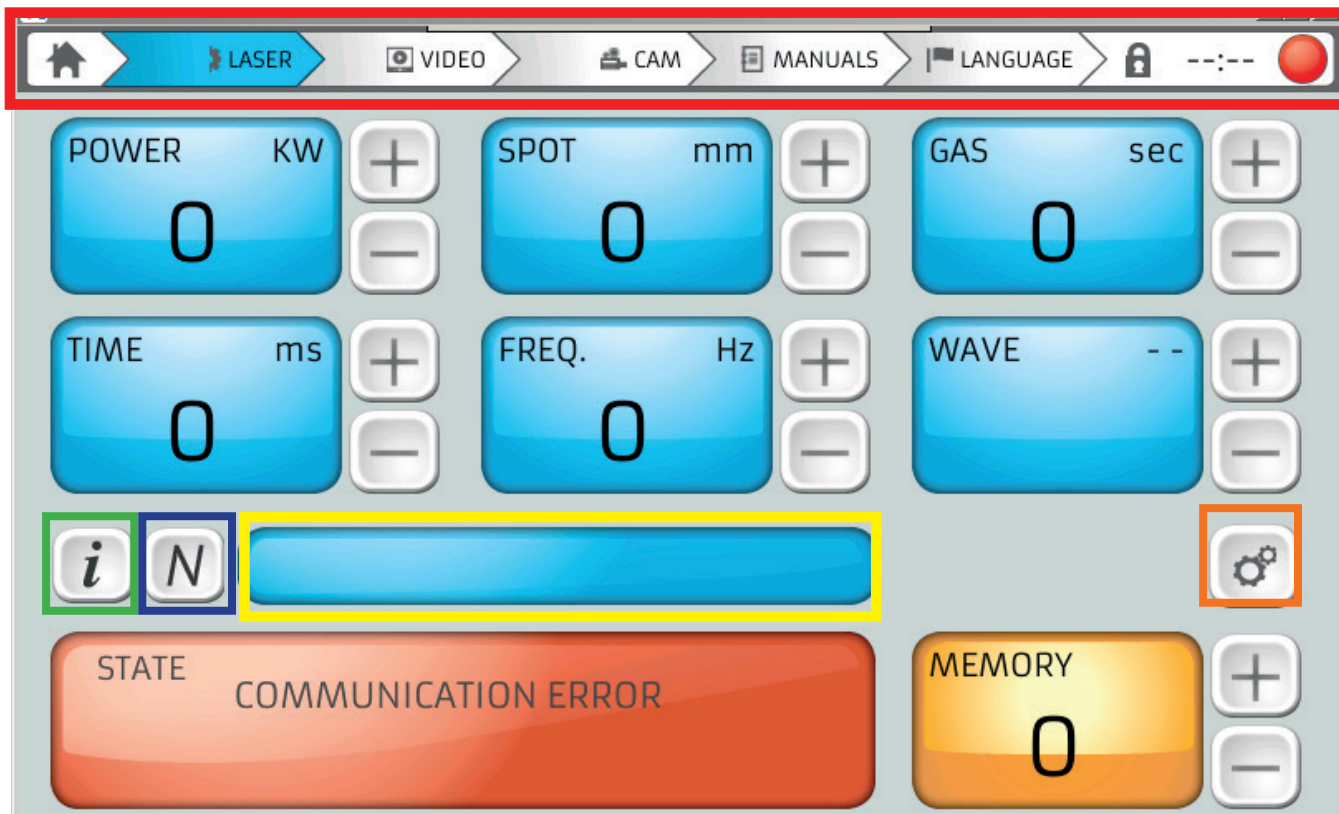

Abbildung 27 – Bedienelemente auf dem Startbildschirm
Über das an der Maschine angebrachte Touchscreen-Display ist es möglich, auf alle Funktionen der Maschine zuzugreifen, indem die Parameter je nach Schweißart beliebig eingestellt werden. Im Hauptbildschirm befindet sich eine MENÜ-Leiste (in Abbildung 27 rot hervorgehoben), das INFO-MENÜ, das durch eine Taste mit einem „i“ gekennzeichnet ist (in Abbildung 27 GRÜN hervorgehoben), das SPEICHER-MENÜ, das durch eine Taste mit einem „N“ gekennzeichnet ist (in Abbildung 27 BLAU hervorgehoben) und die Taste des MOTORSTEUERMENÜS, das zwei verbundene Zahnräder als Symbol hat (in Abbildung 27 ORANGE hervorgehoben).
- **SPEICHER** – gibt numerisch an, welcher Speicherplatz gerade eingestellt ist und der Name, mit dem er gespeichert wurde, erscheint in dem Feld, das in Abbildung 27 GELB hervorgehoben ist.
Durch Drücken der Taste mit den zwei Zahnrädern (in Abbildung 27 ORANGE hervorgehoben) gelangen Sie zum Bildschirm der Motorsteuerung. Dieser Bildschirm kann auch über das Informationsmenü aufgerufen werden, wie auf Seite 28 (Abbildung 32) erläutert.